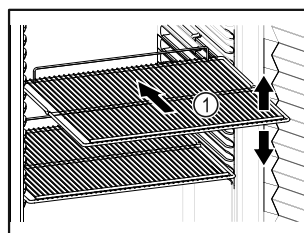

Fig. 61 Приблизне відображення
- Якщо решітки для зберігання *Fig. 61 (1)* знімні, відрегулювати по висоті.